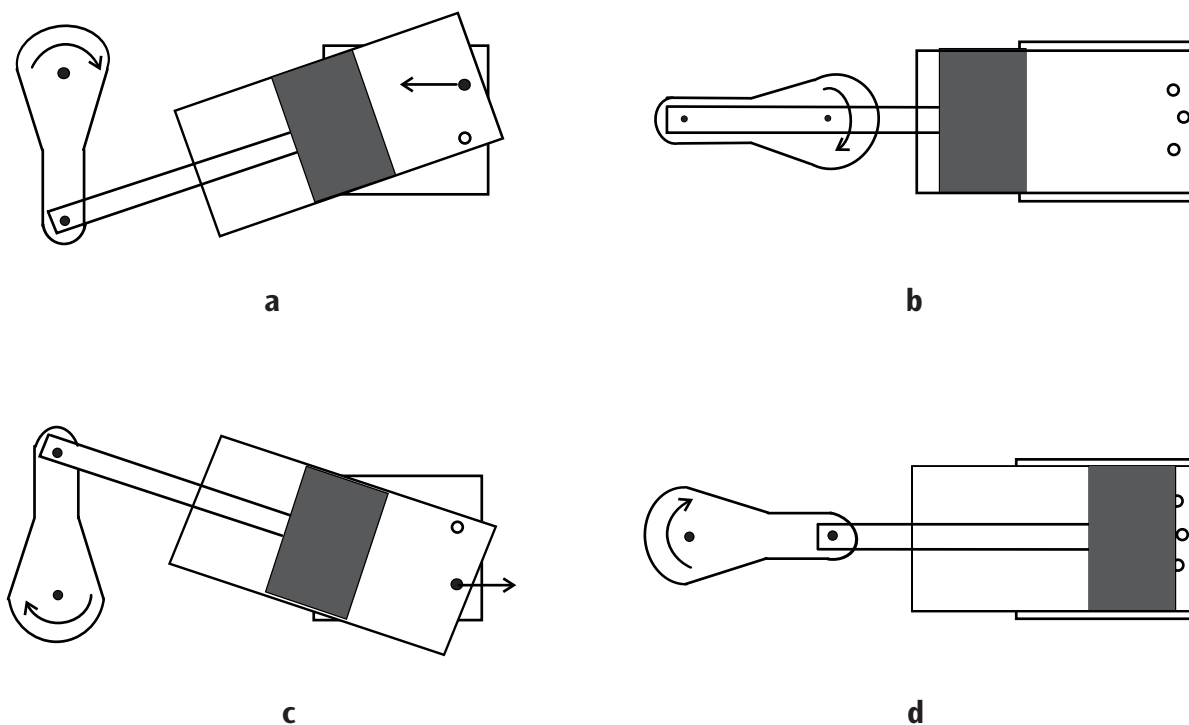

Fig.1: Arbeitszyklus der oszillierenden Dampfmaschine
Im Kessel wird das Wasser erhitzt und Wasserdampf erzeugt. Der Wasserdampf strömt über den Zudampfschlauch ⑫ in den Träger zum Dampfeinlassloch. Sobald sich die Öffnung des Zylinders und die Frischdampfzuführung begegnen, strömt Dampf in den Zylinder und verdrängt den Kolben (Fig. 1 a). Wenn der Kolben in der untersten Stellung angekommen ist, sind die Dampfka-
nale geschlossen. Mit Hilfe des Schwungrads wird dieser Totpunkt überwunden (Fig. 1 b). In der nächsten Phase bewegt sich der Kolben zurück, öffnet das Dampflassloch und drückt den Dampf hinaus (Fig. 1 c). Der Dampf wird über den Abdampfschlauch ② und das Abdampfrohr ⑬ abgeführt. Angefallenes Kondensat wird
über den Kondensatschlauch ① in den Kondensatbecher ⑭ abgeleitet. Der Kolben erreicht den oberen Totpunkt, bei dem wieder beide Dampfkanäle geschlossen sind. Nach Überwindung des oberen Totpunktes mittels des Schwungrads wird wieder Dampf zugeführt und der Prozess beginnt erneut (Fig. 1 d).